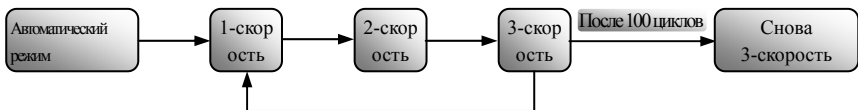

Рис. 6-1 Автоматический трехскоростной режим регулировки скорости
- Например: F211=3 – трёхскоростной автоматический режим; F212=100 – 100 циклов автоматического выполнения трехскоростного режима; F213=1 - преобразователь после выполнения 100 циклов продолжит работу на третьей скорости Рис.6-1. Остановка преобразователя производится панелью управления или терминалом управления.